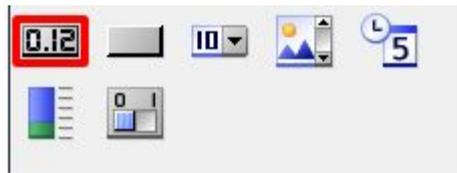

FIGURA 135: Elementos.
- En la parte derecha dentro de elementos seleccionar el cuadro para ingresar datos “0.12” (FIGURA 135).